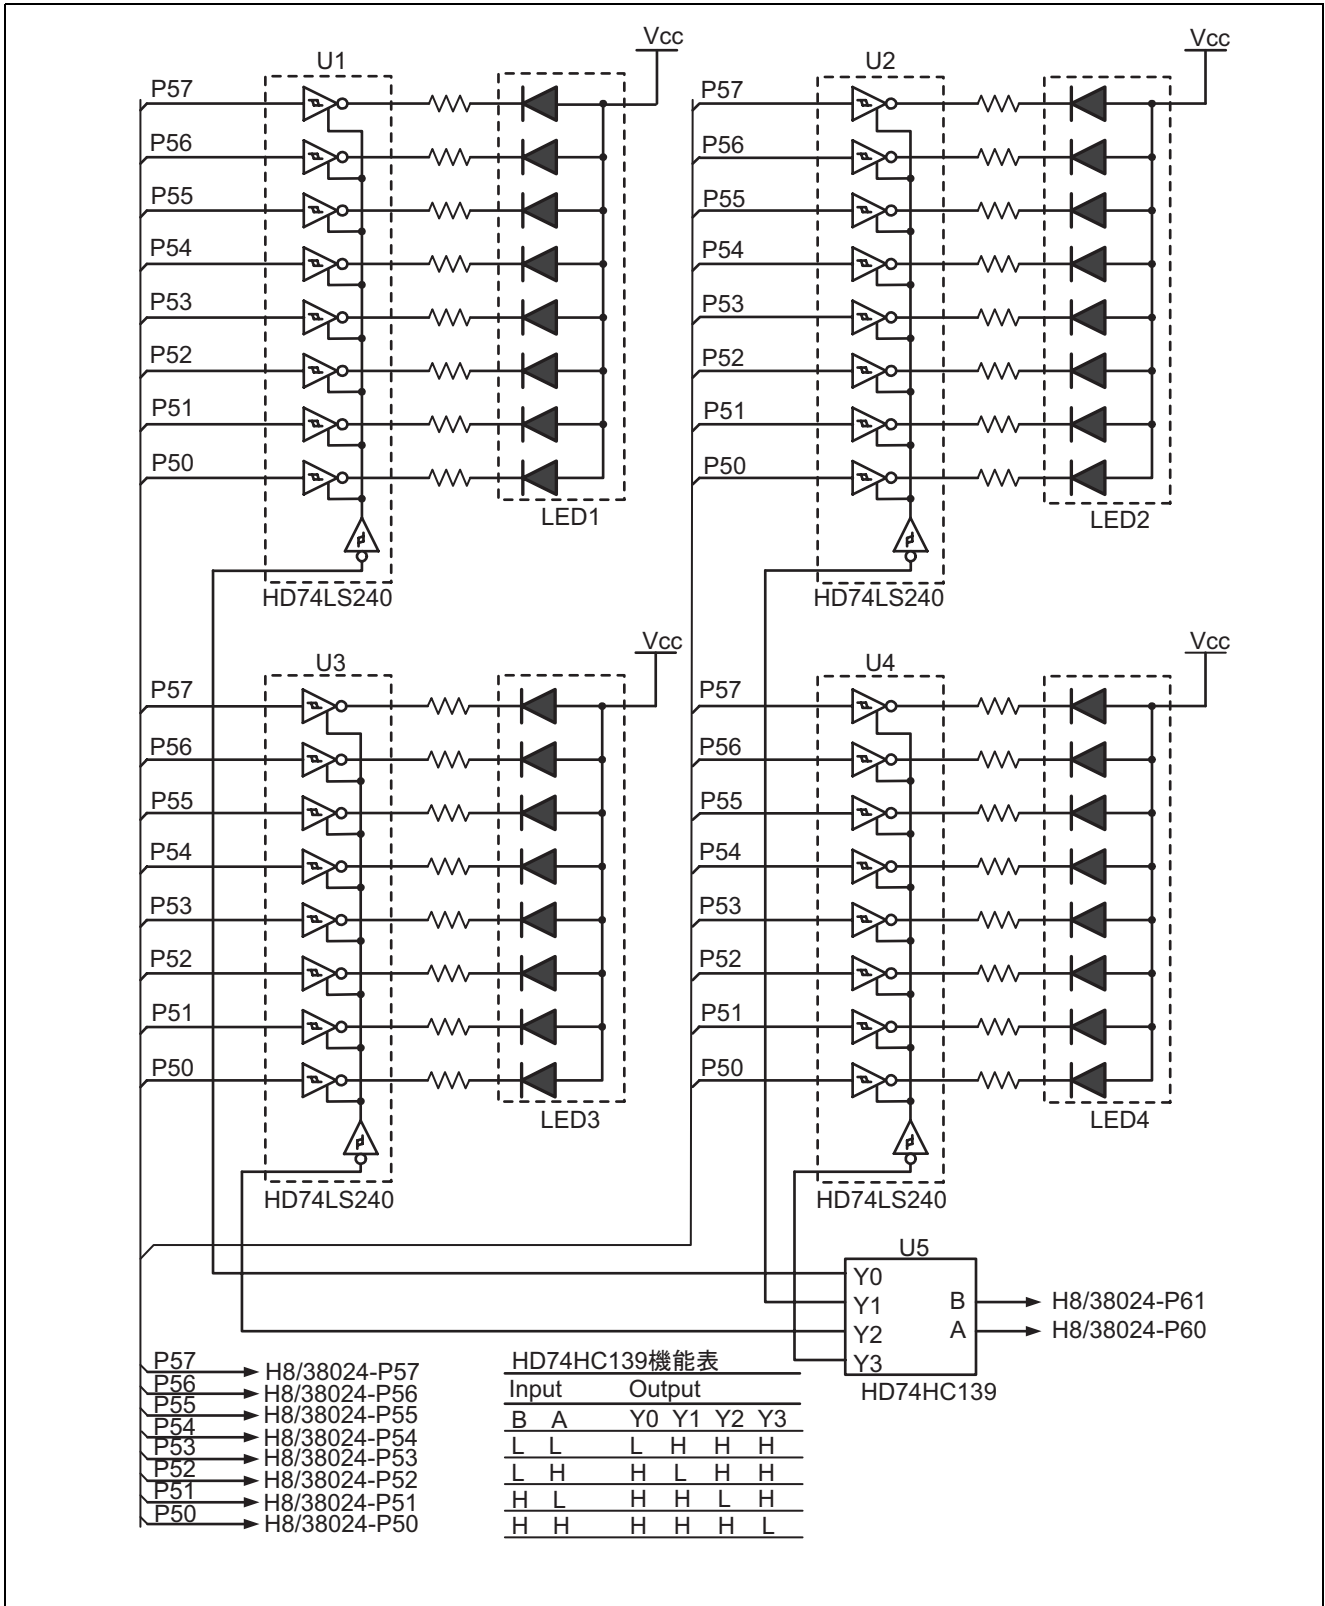

図4 7セグメントLED制御方法
7. 本タスク例では、7セグメント LED を表示させるためにポート出力を 3 ステート出力インバータドライバ (HD74LS240) に入力して、ドライバの出力を 7セグメント LED のカソードに接続しています。また 4 個の 7セグメント LED を表示させるためのポートはすべての 7セグメント LED に接続されており、7セグメント LED の表示切替は、3 ステートインバータドライバのイネーブル端子により制御しています。また、7セグメント LED の表示切替を行うための信号生成は、2-to-4-line デコーダ (HD74HC139) を使用して、2 本のポート出力により制御します。図 4 に 7セグメント LED 制御方法について示します。